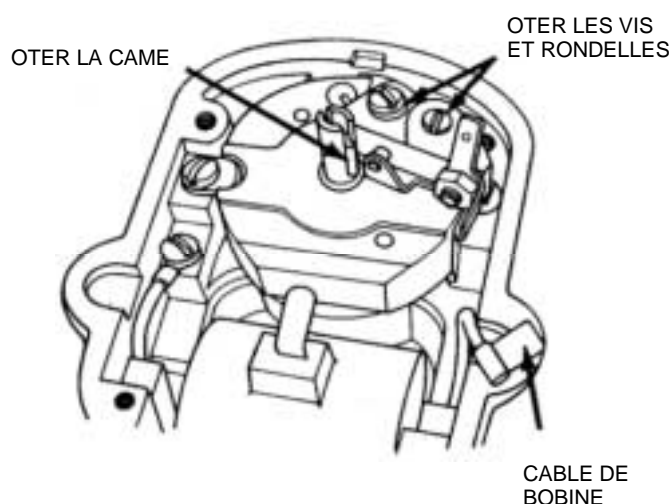

Figure 6.7.1
- Démonter la came en soulevant tout droit à l'aide d'une lame de tournevis. (Voir figure 6.7.1)